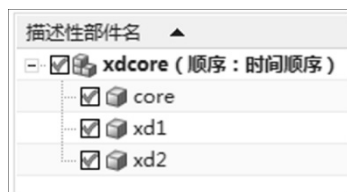
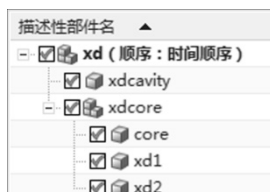

图 10-18 创建 3 个下层文件
图 10-19 展开“装配导航器”
(34) 选取“菜单|插入|组合|减去”命令，选取工件为目标体，拉伸体为刀具体，在【求差】对话框中勾选“☒保存工具”复选框，创建减去特征。
(35) 采用相同的方法，创建另一侧的斜顶。
(36) 选中“装配导航器”按钮，选中 **xdcore**，单击鼠标右键→选择 WAVE→选择“新建级别”，选取工件，输入文件名“core”，单击“应用”按钮。再次选中 **xdcore**，单击鼠标右键→选择 WAVE→选择“新建级别”，选取第一个斜顶，输入文件名“xd1”，单击“应用”按钮。再次选中 **xdcore**，单击鼠标右键→选择 WAVE→选择“新建级别”，选取第二个斜顶，输入文件名“xd2”。
(37) 在“装配导航器”中创建 3 个下层文件，如图 10-18 所示。
(38) 在横向菜单中选取“窗口”，再选取“sc.prt”。
(39) 展开  **xdcore**后，“装配导航器”如图 10-19 所示。